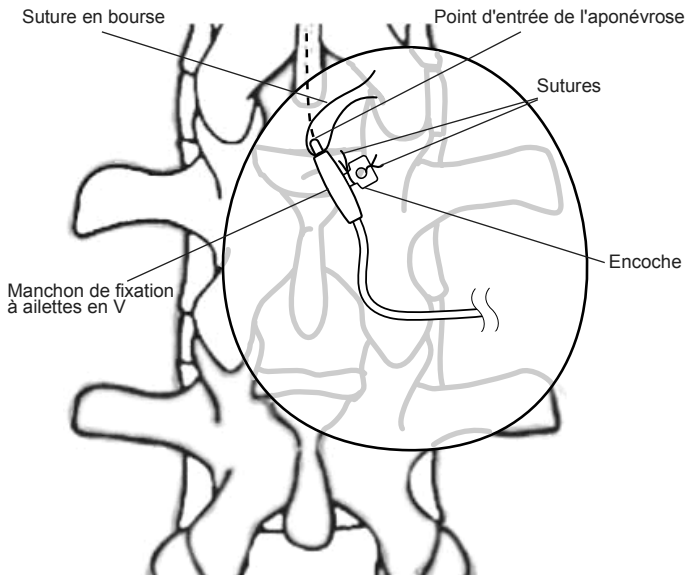

Figure 6. Mise en place du manchon de fixation à ailettes en V.
19. Suturez ensemble les ailettes du manchon de fixation au niveau de l'encoche avec des sutures non-résorbables solides ; les ailettes doivent reposer l'une contre l'autre afin d'engager et de saisir correctement le cathéter (Figure 6).
20. Suturez ensemble les ailettes du manchon de fixation par les trous de suture avec des sutures non-résorbables solides et les fixer à l'aponévrose voisine (Figure 6).